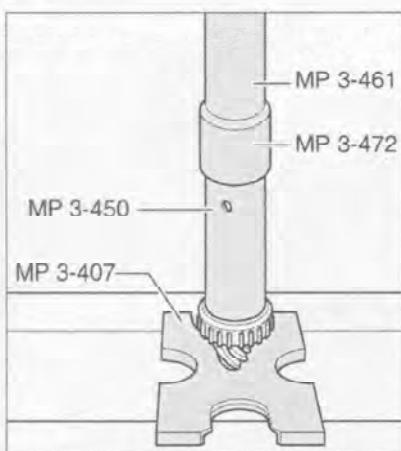

Рис. 7.105. Установка внутренней обоймы большого роликоподшипника.
12. Напрессуйте внутреннюю обойму большого роликоподшипника с помощью специального инструмента (рис. 7.105).